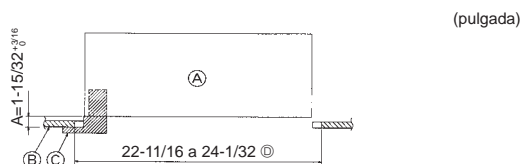

Fig. 6-2
②	Tornillo con arandela	4	M5 × 0,8 × 28 (mm)
③	Calibre	1
④	Cable de enlace para el receptor de señales	1	Se incluye si la unidad dispone del receptor de señales.
⑤	Cable de enlace para el sensor i-See	1	Se incluye si la unidad dispone del sensor i-See.
⑥	Remache	2	Se incluye si la unidad dispone del receptor de señales.
⑦	Remache	2	Se incluye si la unidad dispone del sensor i-See.
⑧	Mando a distancia inalámbrico	1	Se incluye si la unidad dispone del mando a distancia inalámbrico.
⑨	Soporte del controlador remoto	1	Se incluye si la unidad dispone del mando a distancia inalámbrico.
⑩	Pilas LR6 AA	2	Se incluye si la unidad dispone del mando a distancia inalámbrico.
⑪	Tornillos roscados de 3,5 × 16 mm	2	Se incluye si la unidad dispone del mando a distancia inalámbrico.
6.2. Preparación para colocar la rejilla (Fig. 6-2)